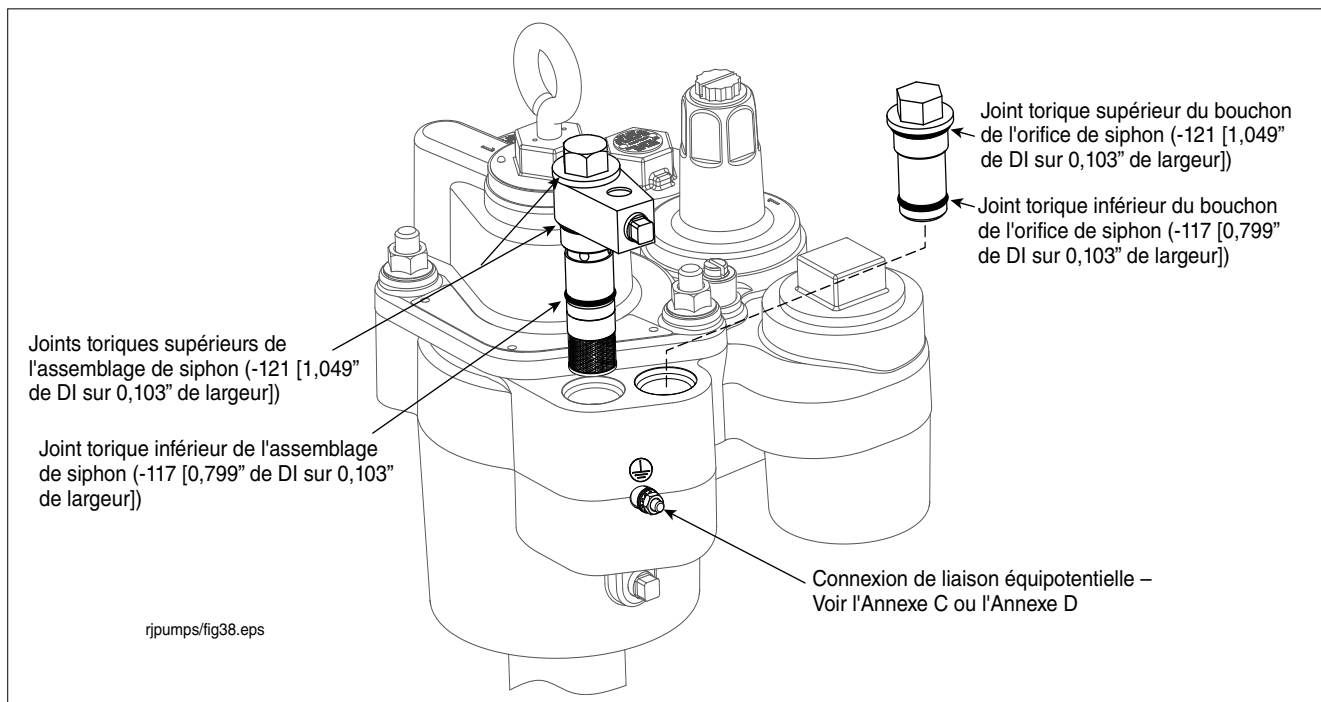

Figure 39. Insertion de l'assemblage de siphon dans le collecteur
5. Insérez la cartouche de siphon dans l'orifice de siphon (voir la Figure 39). Faites pivoter l'orifice de sortie du siphon dans le sens souhaité, puis serrez à la main le corps hexagonal de maintien du siphon. Serrez le corps à 34 à 41 N•m (25 à 30 ft-lbs).